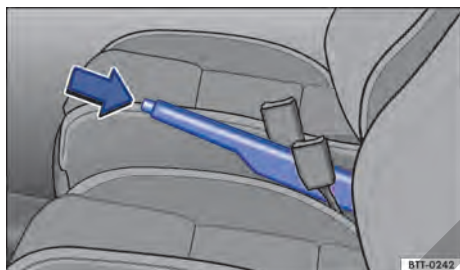

Fig. 100 Entre los asientos delanteros: palanca del freno de estacionamiento.
- Tirar de la palanca del freno de mano hacia arriba con la tecla de bloqueo presionada → **fig. 100** (flecha).
- Tirar de la palanca del freno de mano un poco hacia arriba y presionar la tecla de bloqueo → **fig. 100** (flecha).